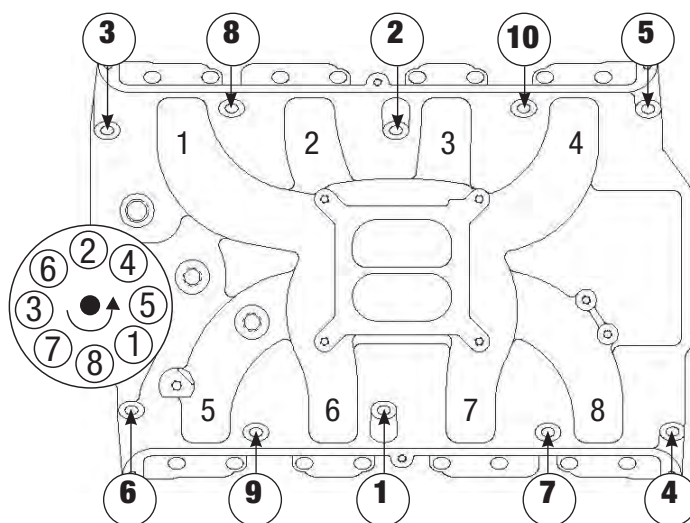

Figura 1 - 326-428 FE Ford Secuencia de Torsión
- 6) Instale el múltiple de admisión y presione los tornillos. Torsione todos los tornillos del múltiple en dos pasos con la secuencia que se muestra en la Figura 1 a 25 KPa. Mientras aprieta los tornillos del múltiple de entrada, el distribuidor debe de ser instalado en la posición apropiada. Debe tener cuidado para asegurarse que el distribuidor está centrado en el orificio del múltiple de entrada y que puede ser removido y reinstalado fácilmente después de que apriete los tornillos del múltiple de admisión.